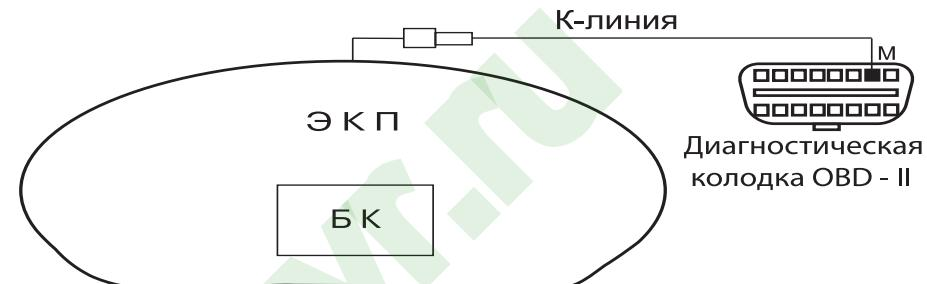

Рис. 1 Подключение БК
- 6.4. Пропустить провод диагностической "К - линии" БК ЭКП к диагностической колодке и подсоединить его к гнезду "М" (рис.1 на стр.3). Диагностическая колодка расположена: